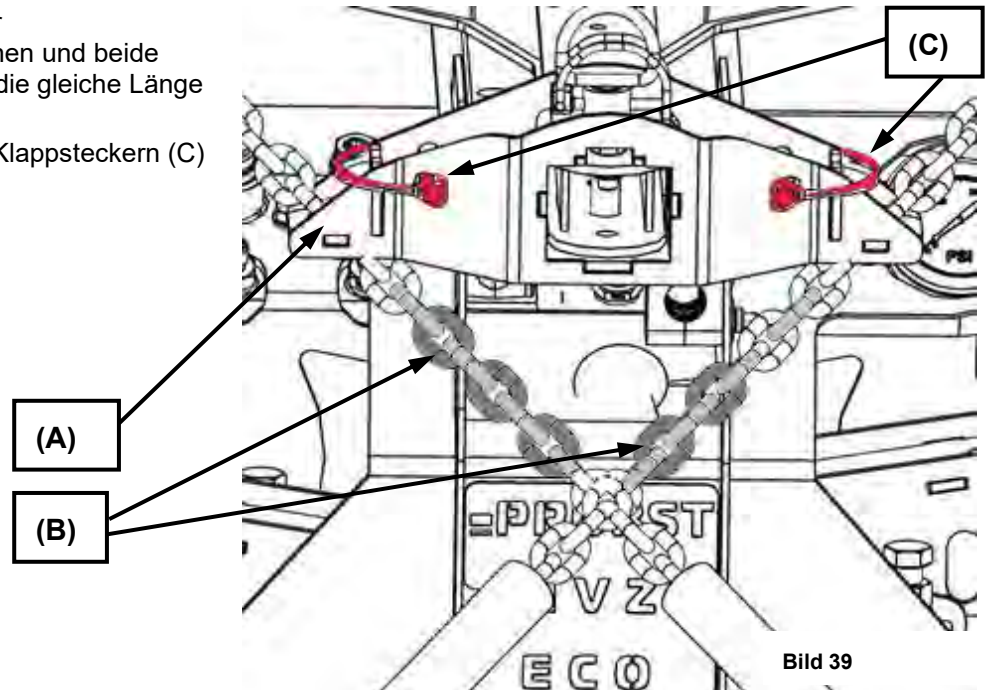

Bild 39
Klappstecker (C) oben an der Kettenaufhängung (A) entfernen und beide Einstellketten (B) jeweils auf die gleiche Länge einstellen (siehe Bild 39).